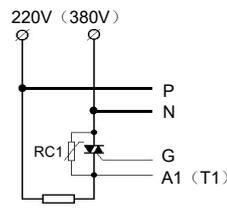
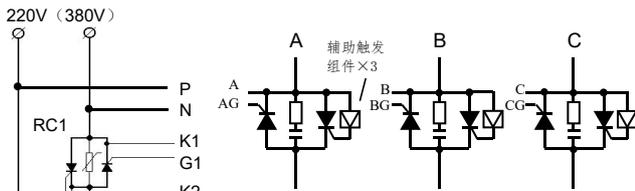

图10: C2型应用一
图11: C2型应用二
3. C2, C8 类型采用传统触发方式, 触发有极性且必须接同步信号线, 请严格参照前文图 10、图 11、图 13 相关接线图连接。